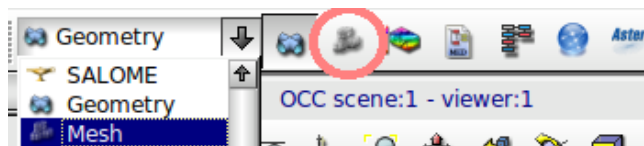

図 23 Mesh
①Geometry→Mesh を選択するか、図 23 の赤丸で示す部分を選択して[Mesh]モードに変更する。